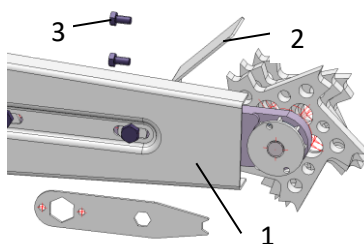

Fig.4.: Montering afskærmning
- > Monter afskærmning på sværdet (**1** – Fig. 4).
- > Notfræser har endnu en afskærmning (**2** - Fig. 4). Den er monteret på huset med to sekskantbolte (**3** – Fig. 4).